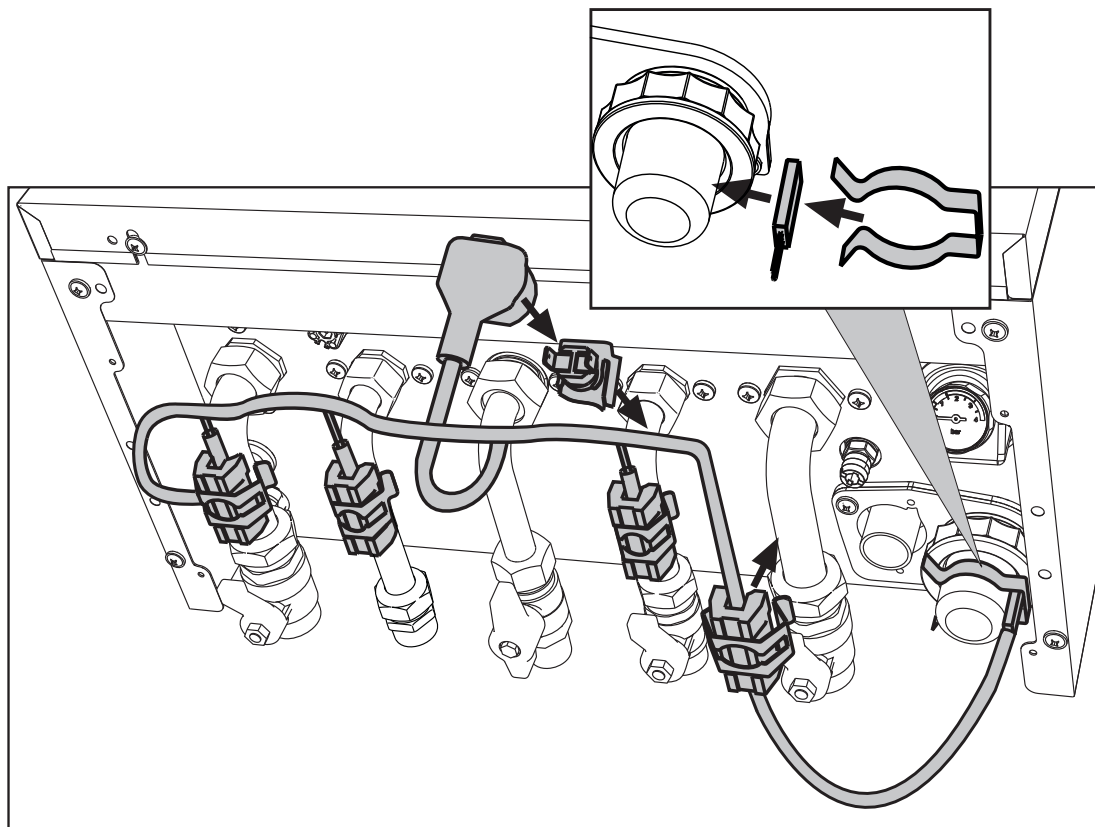

fig. 48- Antivrieskit
In geval van installatie buiten op een plaats die gedeeltelijk beschermd is tegen temperaturen onder -5°C , tot maximaal -15°C , moet de verwarmingsketel uitgerust zijn met een geschikte antivrieskit voor de bescherming van het circuit. Sluit de kit aan op de printplaat in de verbinding die is aangegeven in het schakelschema van fig. 79 (ref. 288) en plaats de thermostaat en de verwarmingen op de leidingen, zoals aangegeven in fig. 48 en de instructies bij de kit.